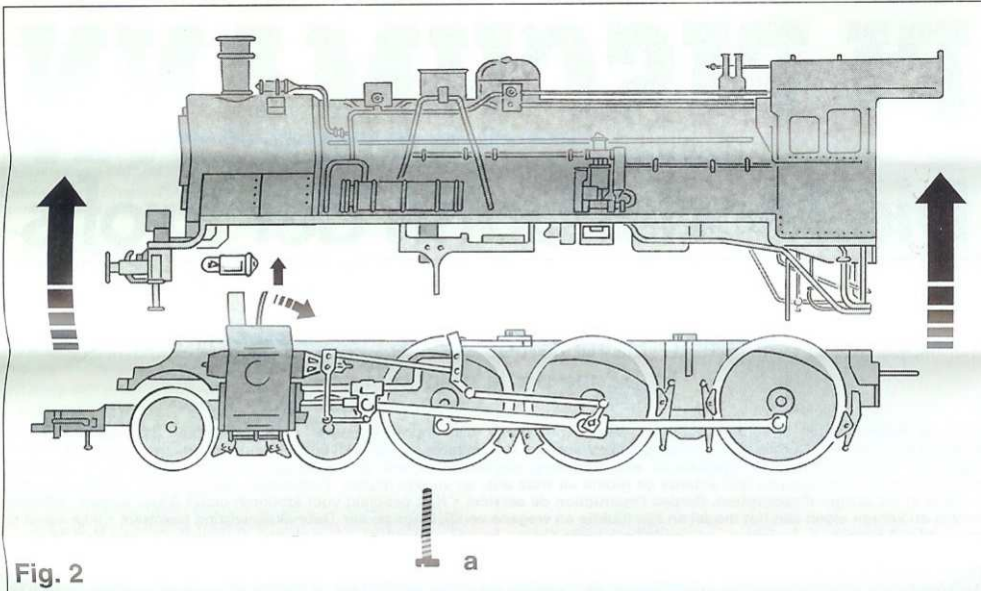

Fig. 2
Öffnen der Lok ist nur zum Lampenwechsel erforderlich. Die Schraube a entfernen. Lokgehäuse senkrecht nach oben abnehmen (Fig. 2). Ersatzglühlampe: 6535
**Opening the loco** is only necessary to change the bulb. Remove screw **a**. Lift the loco body gently upwards (fig. 2).
La locomotive ne doit être ouverte que pour le remplacement de l'ampoule. Dévisser les vis **a**. Retirer la carrosserie en tirant vers le haut. (fig. 2). **Lampe de rechange:** 6535
Het demonteren van de loc is alleen voor het verwisselen van het lampje noodzakelijk. Schroef **a** losdraaien. Lochuus loodrecht naar boven losnemen (fig. 2). **Reservelampje: 6535.**
Lokomotived bør kun åbnes for udskiftning af pære eller indbygning af mondtager. Skruerne **a** fjernes, og huset loftesovenud (fig. 2). **Udskiftningpære: 6535**
L'apertura della locomotiva si richiede solo per il cambio delle lampade. Rimuovere le viti **a**. Sfilare il mantello verticalmente verso l'alto (fig. 2). **Lampadina di ricambio: 6535.**
Het demonteren van de loc is alleen voor het verwisselen van het lampje noodzakelijk. Schroef **a** loosdraaien. Lochuis loodrecht naar boven losnemen (fig. 2). **Reservelampje: 6535.**